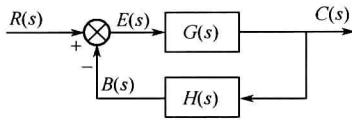
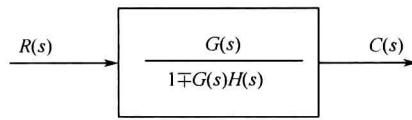

图 2-3
图 2-4
(3) 反馈连接。原方框图如图 2-3 所示。化简后方框图如图 2-4 所示。